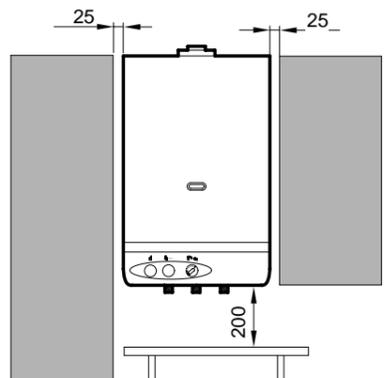

fig. 5
- l'apparecchio non deve essere mai chiuso in un mobile o in una nicchia, ma deve essere prevista una distanza minima da pareti laterali di almeno 20 mm (Fig.5), così da rendere agevoli le operazioni di manutenzione.
- sigillare con malta cementizia l'intercapedine fra il tubo Ø100 ed il foro nel muro interponendo un foglio di carta in maniera che il tubo non rimanga fissato al muro stesso; allo scopo di facilitare successivi smontaggi. Posizionare l'apparecchio nel punto prescelto, con riferimento alle quote indicate in questo libretto di istruzioni alla fig. 5.
- L'apparecchio deve essere installato su di una parte idonea e per consentire le operazioni di manutenzione è indispensabile lasciare intorno allo stesso le distanze minime indicate in fig. 5.